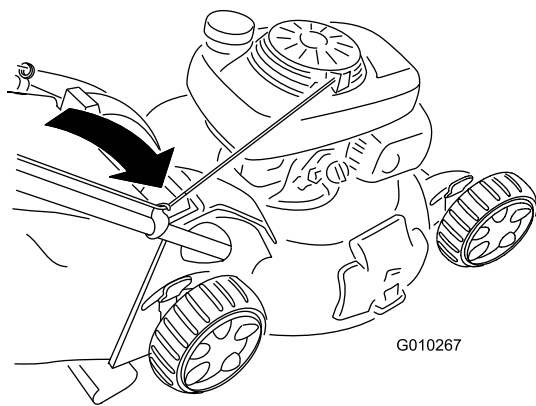

Figure 32
2. Faites passer le câble du lanceur autour du guide inférieur (Figure 32).